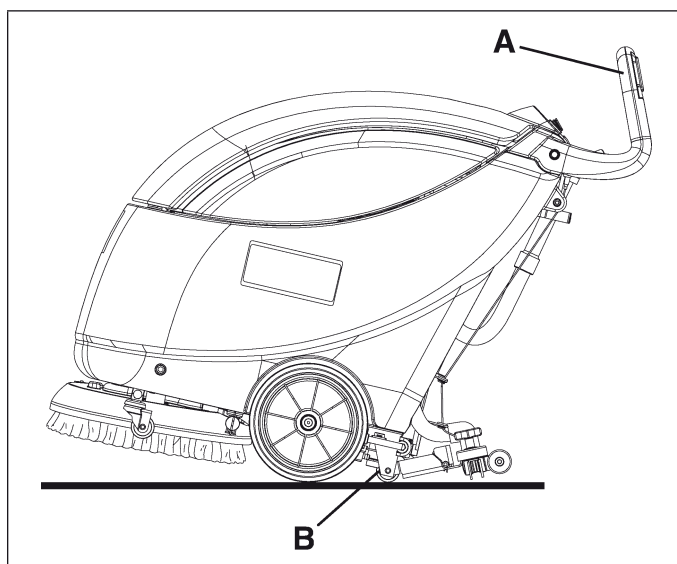

Figure 11
4. Saisir le guidon (A, Fig. 11) et le baisser jusqu'à ce que la roue arrière (B) touche le sol, comme indiqué dans la figure 11. Tout en gardant la machine dans cette condition, la pousser dans le lieu de transport/stationnement.